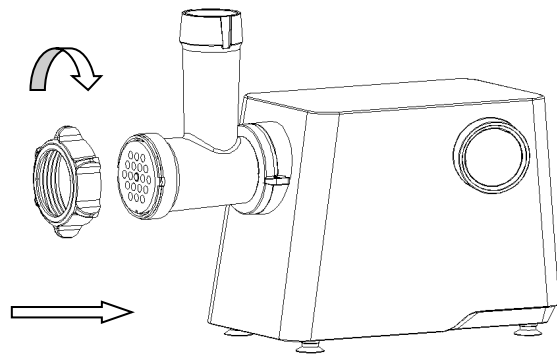

Abb. 6
- Halten Sie das Messer mit einer Hand fest und setzen Sie mit der anderen Hand die Befestigungsmutter auf (Abbildung 6). Ziehen Sie diese nicht zu fest an.